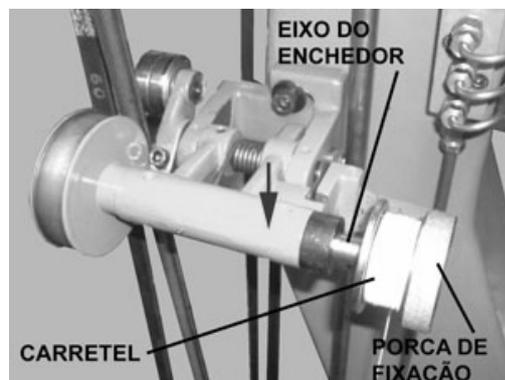

Figura 3
- ✓ Pressione o enchedor na direção da seta (figura 3) para acionar o bobinamento;